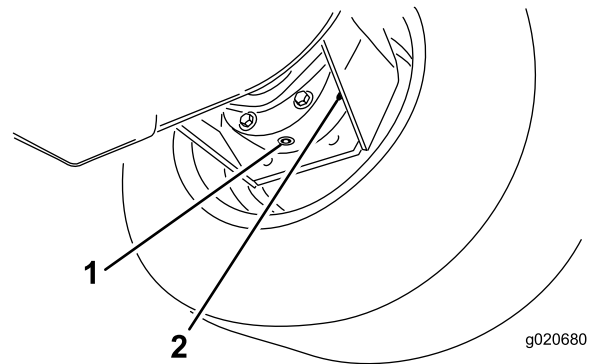

Figure 104
3. Placez un bac de vidange sous le carter de frein et enlevez le bouchon pour permettre à l'huile de s'écouler (Figure 104).